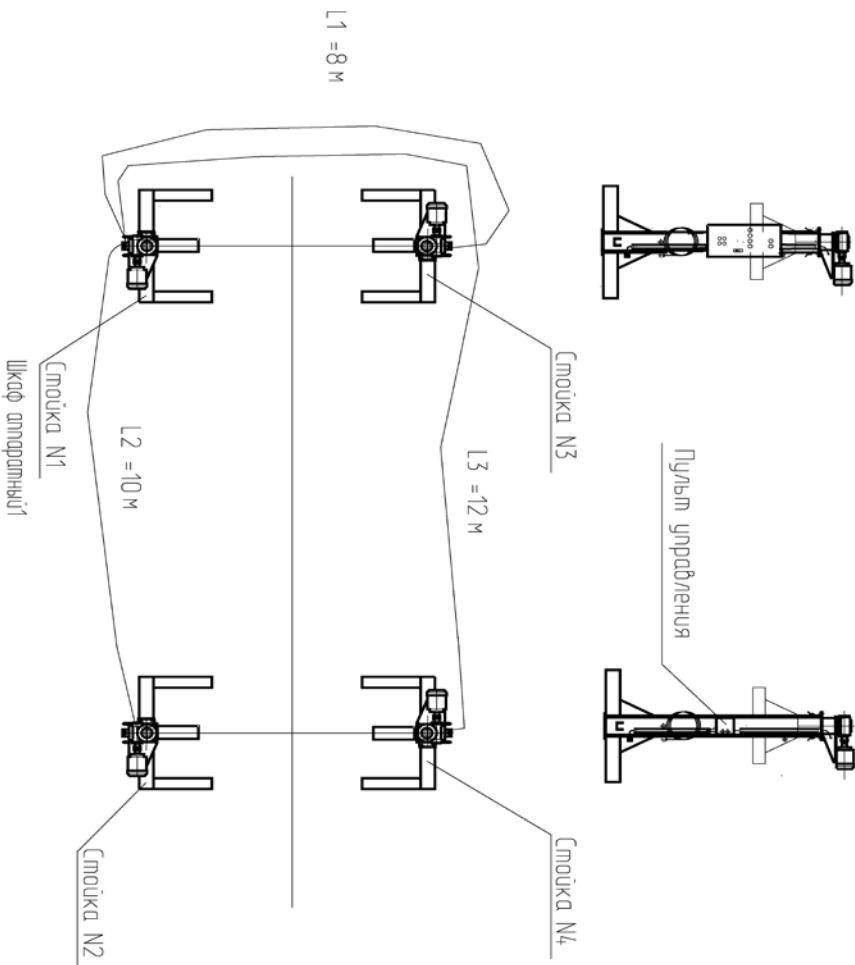
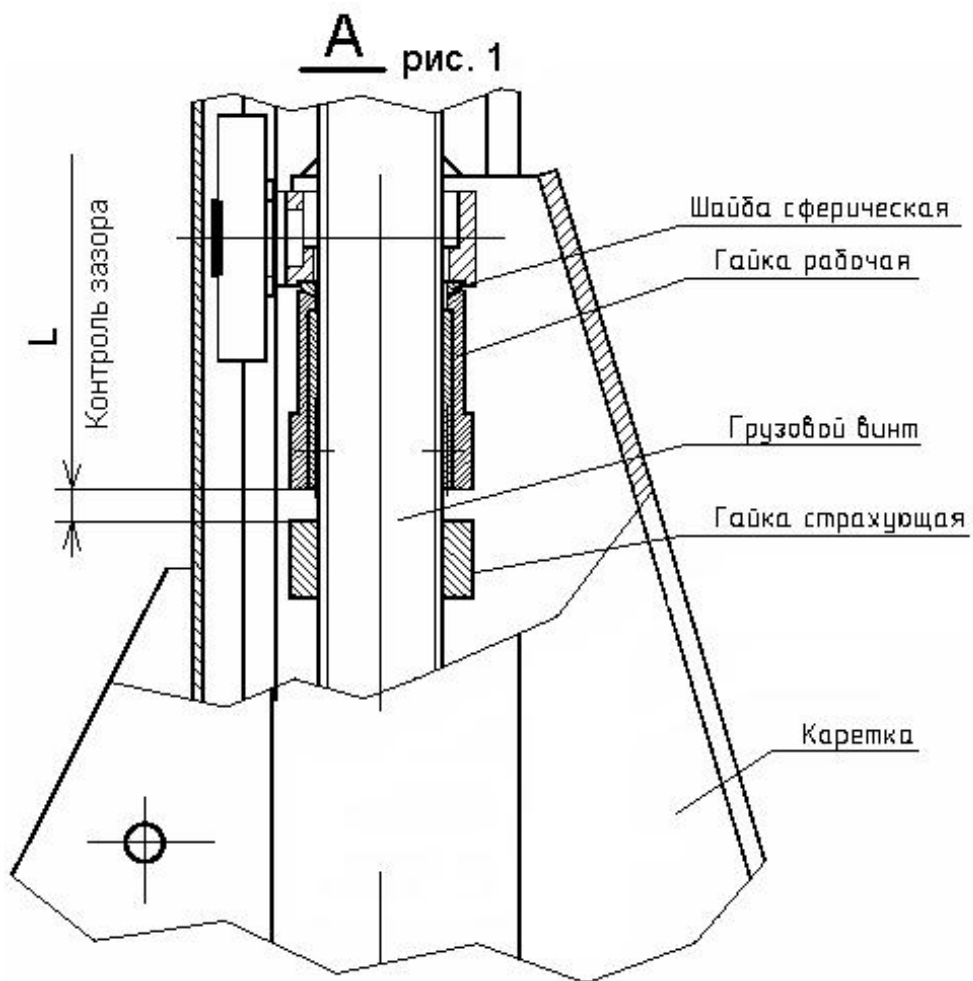

Рис. 1. Подъемник передвижной ППТ - 28
Рис. 2. Составные части подъемника передвижного ППТ - 28
4.1. Подъемник состоит из четырех стоек (см. Рис.1 и Рис.2), каждая из которых имеет электромеханический привод, каретку, грузовой винт, рабочую и страхующую гайки, конечные выключатели верхнего и нижнего положения кареток. На первой стойке установлен шкаф аппаратный, имеющий корпус с панелью электрооборудования, автоматический выключатель, лампочку «Сеть», «Авария», кнопки «Вверх» и «Вниз» для управления первой стойкой и кнопки «Вверх» и «Вниз» для управления всеми стойками одновременно. На остальных стойках установлены посты управления с кнопками «Вверх» и «Вниз» для управления данной стойкой.